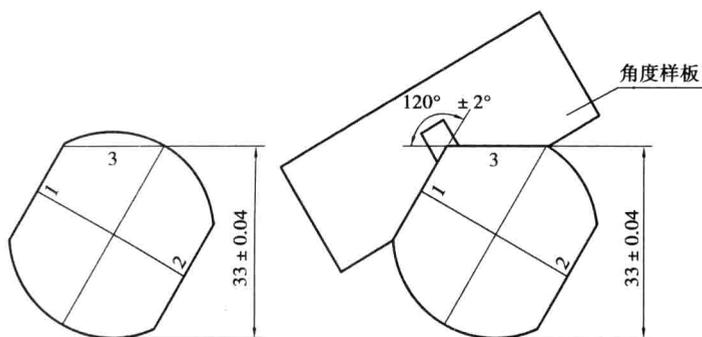
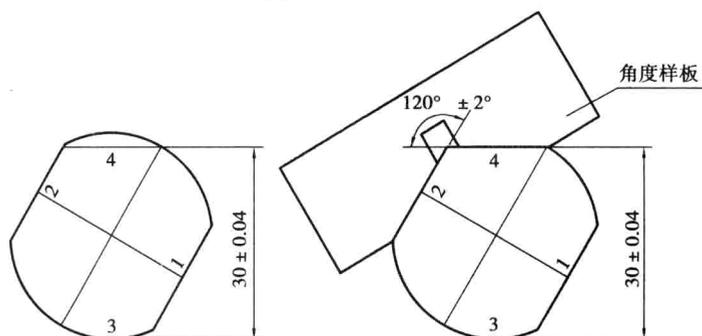

图 1.6 加工 3 面
图 1.7 角度样板测量
③采用与面1相同的加工方法来加工面3,如图1.6所示,先用 120° 角度样以面1作为基准划面3加工参考线,进行粗加工,再用刀口角度控制平面度和与大面A的垂直度,再以面1作为基准,用角度样板控制面1与面3之间形成的角度 $120^\circ \pm 2'$,如图1.7所示,并注意用游标卡尺测量控制尺寸 33 尺寸。